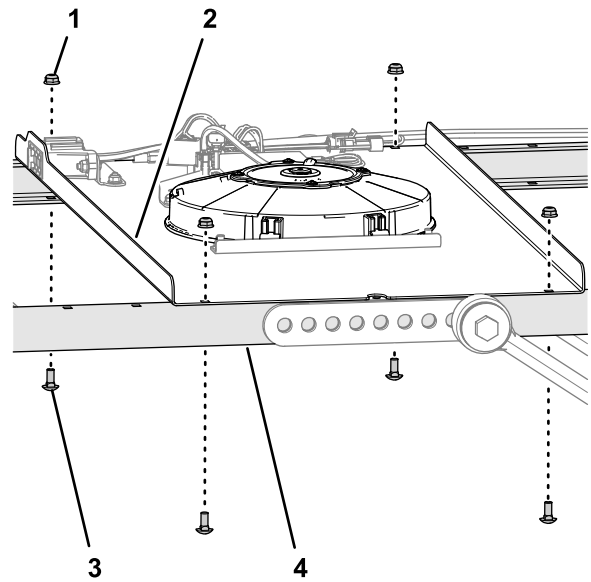

Figura 12
- B. Togliete i 4 bulloni a testa tonda ( $\frac{1}{4}$ " x  $\frac{5}{8}$ " ) e i 4 dadi di bloccaggio flangiati ( $\frac{1}{4}$ " ) che fissano il pannello dell'interruttore alle canaline destra e sinistra del telaio laterale (Figura 12).
- D. Montate il pannello dell'interruttore sulle canaline del telaio laterale coi bulloni a testa tonda e i dadi di bloccaggio (Figura 12) rimossi nel passaggio 3B.